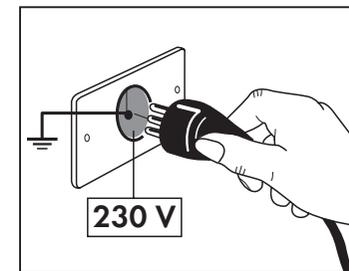

Fig. 1
- Asegurarse de que la instalación eléctrica de red (230V 50/60Hz) esté equipada con toma de tierra y de protección cortacircuitos, conforme a la prescripción de las normas existentes en materia (Fig. 1)